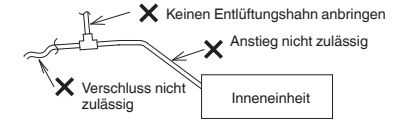

Abb. 3-91
- (2) Einschränkungen für die Ablaufleitungsverbindung
- Die Ablaufleitung nicht so verlegen, dass sie vom Ablaufstutzen aus ansteigt. In diesem Fall fließt das Ablaufwasser zurück in das Gerät, was nach dem Ausschalten eine Undichtigkeit verursacht. (Abb. 3-91)
- Keinen Entlüftungshahn anbringen, da dies zu einem Herauspritzen von Wasser aus der Ablaufleitungsöffnung führen kann. (Abb. 3-91)
- Keinen U- oder glockenförmigen Geruchverschluss im Verlauf der Ablaufleitung installieren. Dies kann ungewöhnliche Geräusche verursachen. (Abb. 3-91)